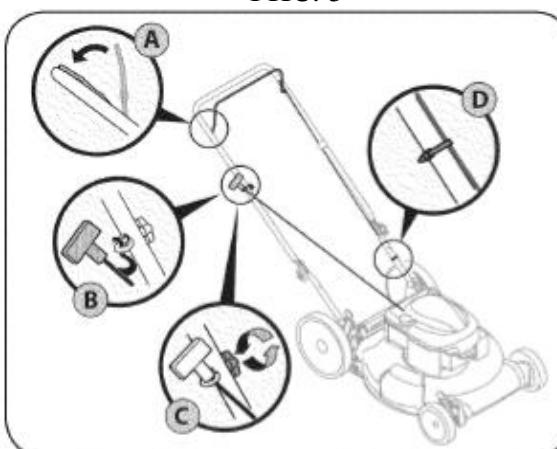

РИС. 6
4. Направляющая шнура ручного стартера крепится на правой стороне рукоятки. Ослабьте барашковую гайку, используемую для фиксации направляющей (см. Рис. 6).
- B. Плавно потяните рукоятку шнура стартера от двигателя и вставьте шнур в направляющую (см. Рис. 6).